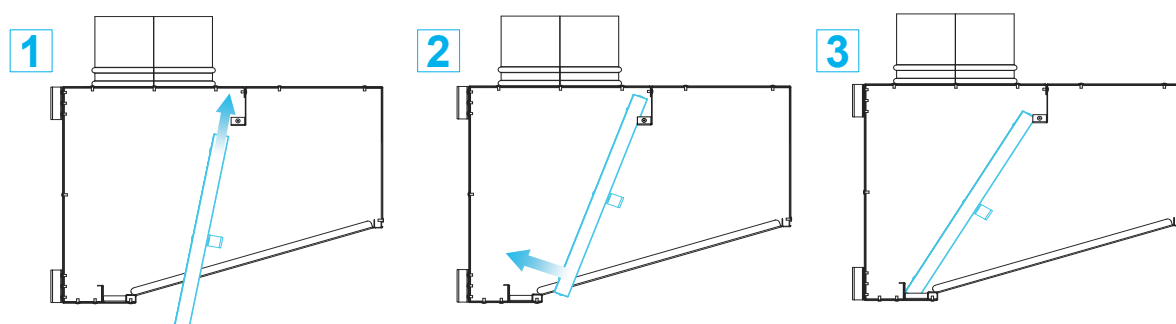

Рисунок 8.2 – Установка фильтра
- снимите лабиринтные жироулавливающие фильтры (см. рисунок 8.2 в обратном порядке);